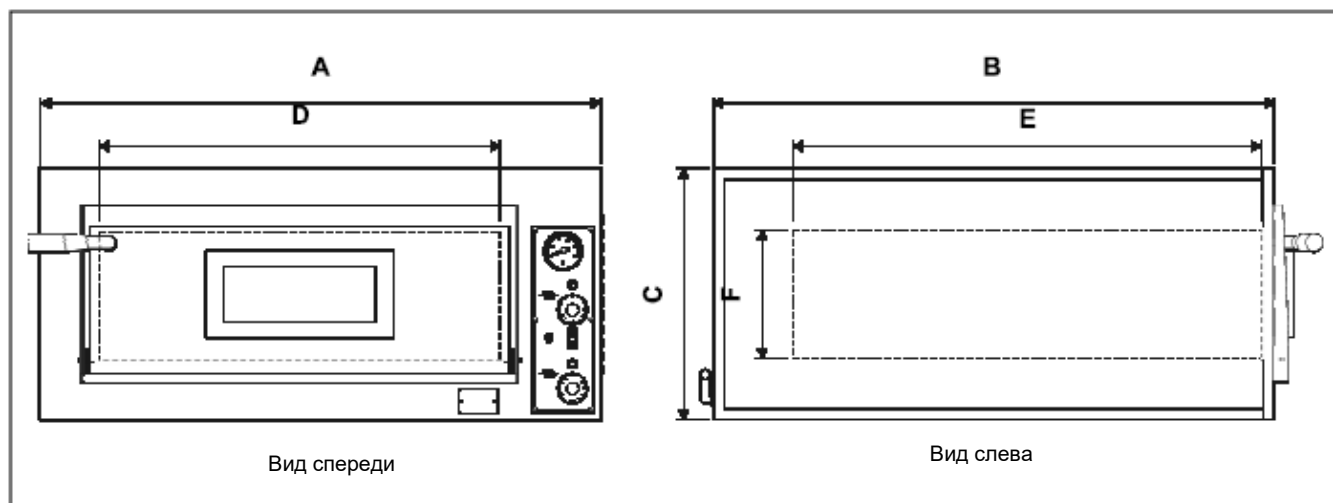

РИС.3 (Размеры печи и выпечной камеры)
На РИС. 3 и в ТАБЛ. 1 в соответствующей проекции показаны общие размеры печи и выпечной камеры.
- 5) Откройте дверцу печи (**РИС. 3, п. 3**) вручную с помощью соответствующей ручки (**РИС. 3, п. 1**);